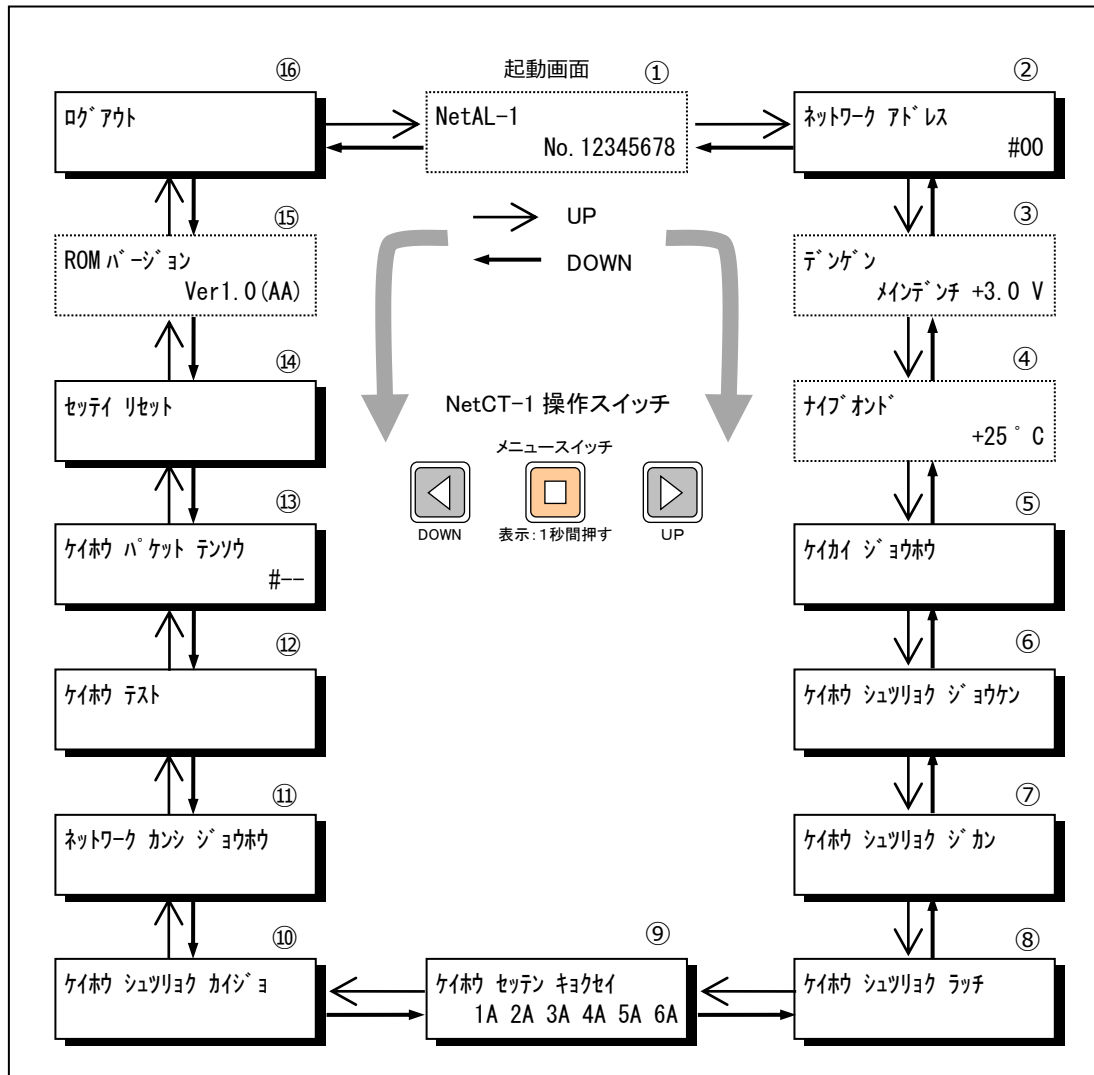

図 9-1 メニュー一覧
- ※「9.3 メニュー画面の詳細説明」は図 9-1 の起動画面から右回りの順番で説明します。
- 図 9-1、各メニュー画面について説明します。